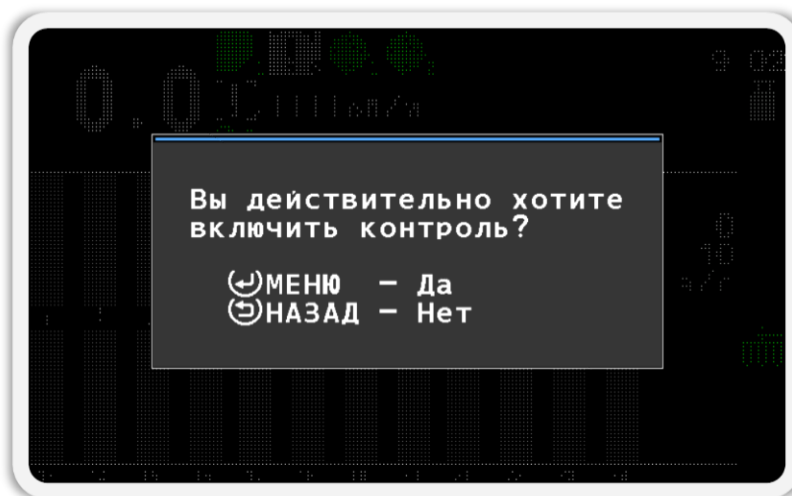

Рисунок 24 Окно запроса подтверждения
3. Включите контроль датчика. Для этого нажмите кнопку  «Плюс». В появившемся окне сообщения нажмите кнопку  «Меню» для подтверждения своих действий (см. Рисунок 24).